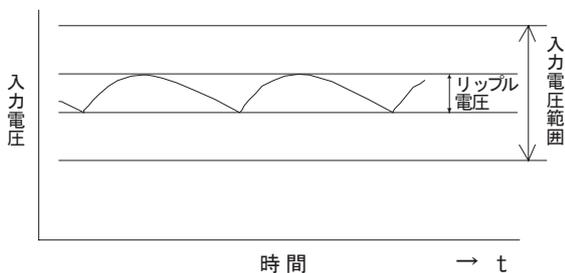

図3.1 入力電圧のリップル
■入力電圧に含まれるリップル電圧（図3.1）は、40Vp-p以下でご利用ください。この値が大きいと出力リップル電圧が大きくなる場合があります。